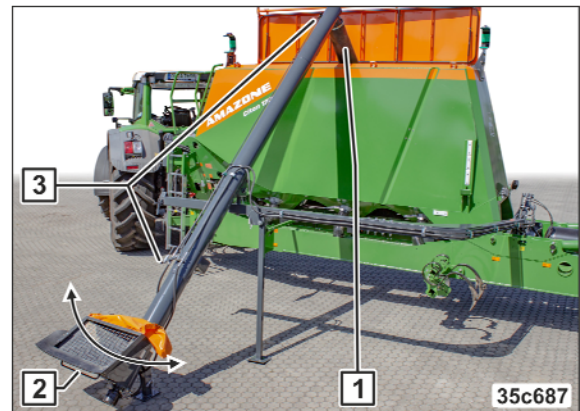

Bild 248
10. Ställ in påfyllningsskruvens varvtal via ventilen (Bild 248/3).
11. Ställ in utloppet (Bild 248/1) över önskad behållarkammare genom att svänga påfyllningsskruven i handtaget (Bild 248/2).